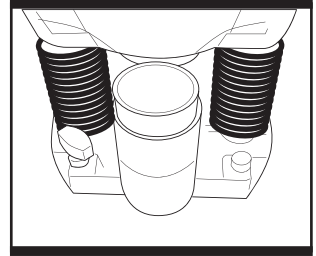

Fig. 2
2. USING THE VACUUM ADAPTOR (See Fig. 2)